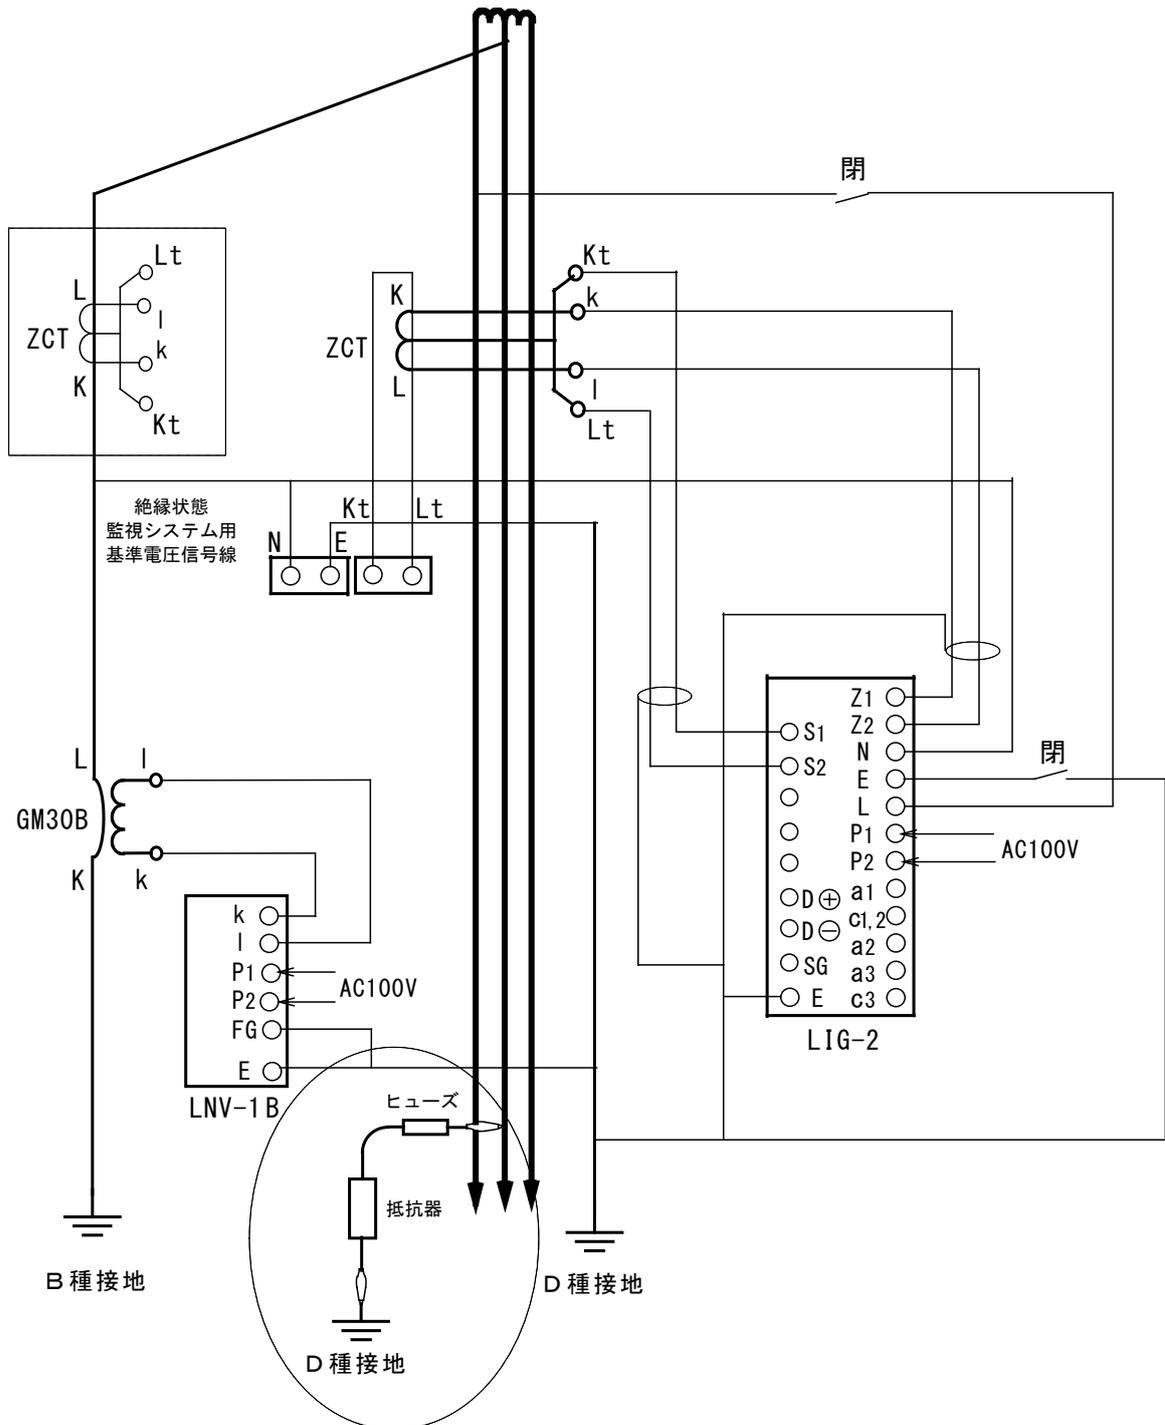

図 8-1 LIG-2 実際の試験回路例
- ③ 図 8-1 のように、試験を行う LIG-2 の ZCT 負荷側電路の、接地相と接地間(A～D 種どの接地でも可能)に可変抵抗を接続します。
- ④ 可変抵抗を接続するとその抵抗値に応じた電流が流れ、約 20 秒の時間差をもって、LIG-2 の計測表示部分に Igr 値が表示されます。
- ⑤ LIG-2 の計測表示部に表示された Igr 値を確認しながら、可変抵抗値の抵抗値を徐々に減少させ、LIG-2 を動作させます。
- ⑥ LIG-2 が動作したときの可変抵抗の抵抗値(Rg)を測定します。
- ⑦ 試験を行った電路の対地電圧(V)を、測定した抵抗値(Rg)で除し(Igr=V/Rg)、LIG-2 の絶縁監視部の動作電流値(Igr)を求めます。